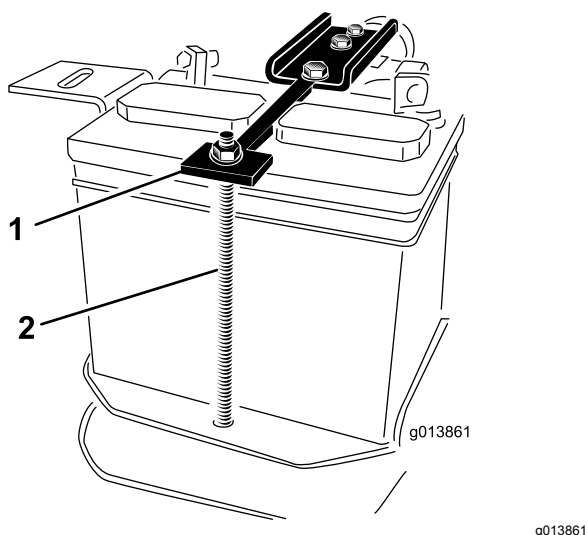

Figura 4
1. Parafusos de montagem (2)
17. Remova as duas porcas que prendem as fitas de suporte da bateria no sítio e coloque as porcas, anilhas e tubo do parafuso para o lado (Figura 4).